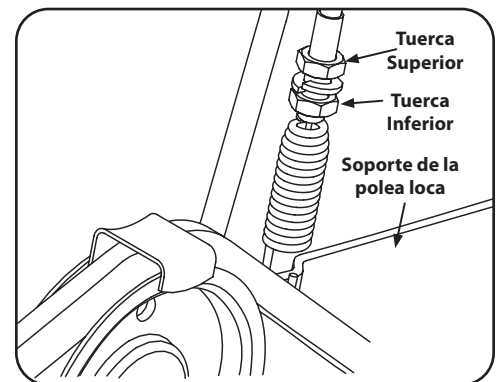

Figura 4-4
2. Localizar el muelle en el extremo del cable. Ver Figura 4-4.